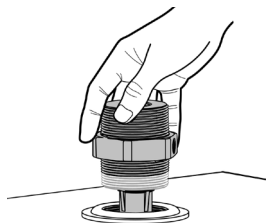

Figure 3
4. Enroulez l'extrémité filetée supérieure de l'adaptateur du réservoir avec trois ou quatre tours de ruban de téflon et insérez le tuyau d'aspiration/adaptateur du réservoir dans l'ouverture filetée du réservoir (voir Figure 3). À l'aide d'une clé, serrez fermement l'adaptateur dans le réservoir de carburant.